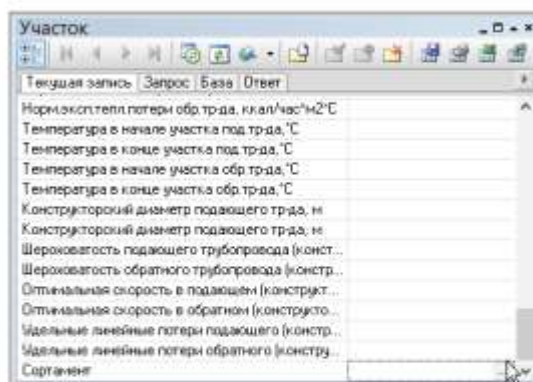

Рисунок 20.4. Открытие справочника по трубам
2. Установить курсор с правой стороны от строки Сортамент (смотрите Рисунок 20.4. «Открытие справочника по трубам»).